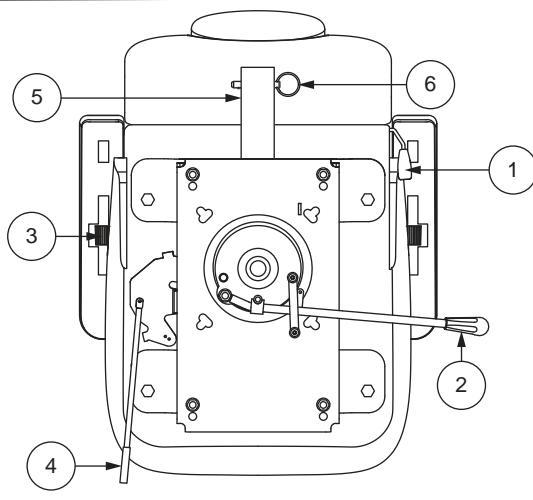

Abb. 17. Sitzeinstellungen
Um die verstellbare Rückenlehne einzustellen, befolgen Sie diese Schritte. **Siehe Abb. 17.**
1. Zum Entriegeln des Sitzes den Sitzverschluss je nach Sitztyp entweder nach oben ziehen oder nach vorne schieben. **Siehe Abb. 17.**
Der Armlehnenwinkel Ihres Elektromobils kann nach oben oder nach unten verstellt werden durch das Drehen der Einstellscheiben. **Siehe Abb. 17.**
1. Drehen Sie den Hebel zur Verstellung der Sitzposition nach aussen. **Siehe Abb. 17.**
Die Zubehörhalterung am Heck ermöglicht es Ihnen, persönliche Zubehörkomponenten wie Korb, Gehhilfe oder Sauerstofftank hinter dem Elektromobil anzubringen. Verwenden Sie den Sicherungsstift, um das Zubehöriteil sicher an der Halterung zu befestigen. **Siehe Abb. 17.** Für weitere Informationen wenden Sie sich an Ihren Vertragshändler.